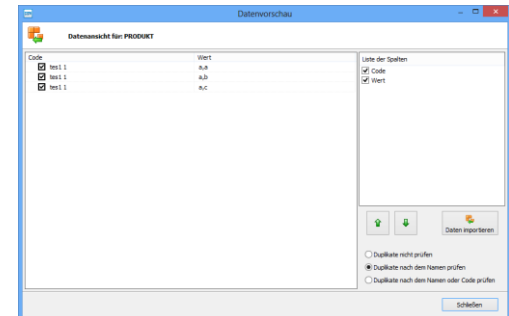

Abb. 17 Fenster des Datenimports
5. In dem Fenster von Datenimport, mithilfe des Assistenten, die erforderte Daten wählen (Abb. 17)
- In dem Fenster von Datenimport, mithilfe des Assistenten, die erforderte Daten wählen (Abb. 17)